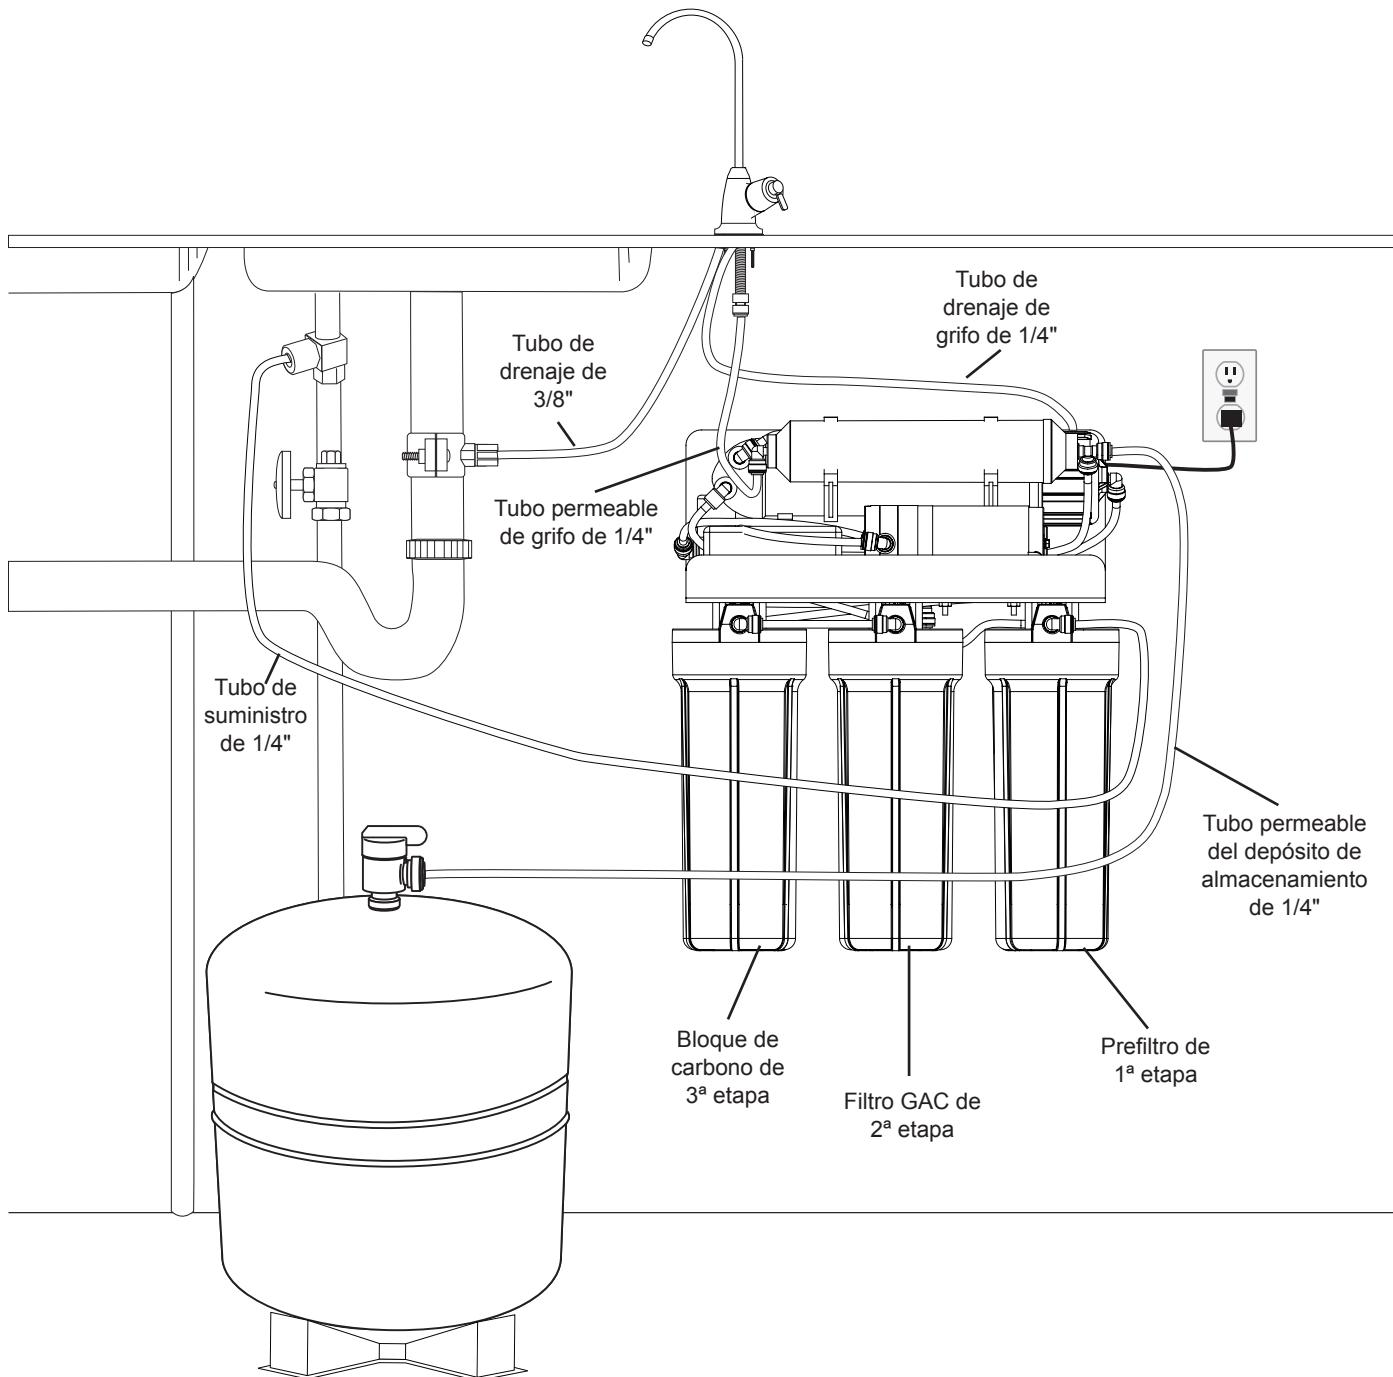

Figura 12
- A. Una la abrazadera de desagüe a una sección vertical del tubo de desagüe, unas 6 pulgadas por encima del sifón. Asegúrese de que la apertura de la abrazadera de desagüe esté mirando hacia el grifo de agua potable (consulte Figura 12).